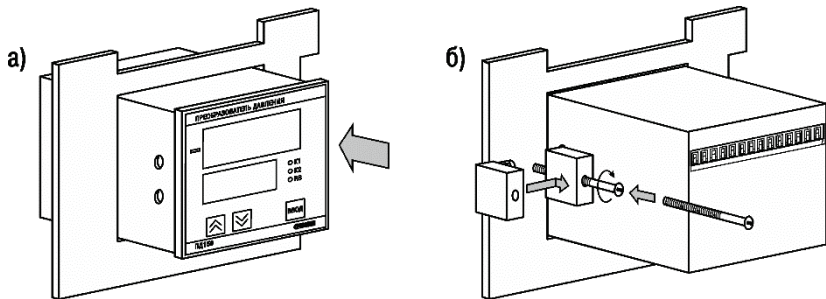

Рисунок 8.2 – Монтаж преобразователя щитового крепления
3. Вставить преобразователь в специально подготовленное отверстие на лицевой панели щита (см. Приложение А и рисунок 8.2, а).
4. Вставить фиксаторы из комплекта поставки в отверстия на боковых стенках преобразователя (рисунок 8.2, б).